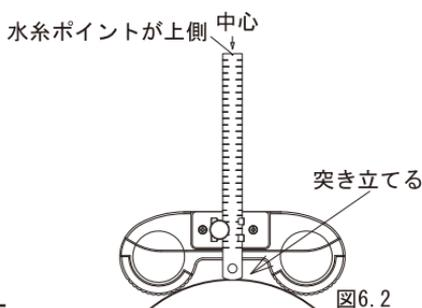

図6.2
- (3) 図6.2の様にスケールは中央に位置させ、布設する管上に本器をセットし、管頂にスケールを突き立てますと、スケールの頂点(水糸ポイント)が管の通り芯と、丁張基準高 H を表す事になります。
- (4) 気泡管により軸芯を出しつつ水糸ポイントを水糸に合わせる様、管を移動させる事で、通り芯と管底基準高が決まります。